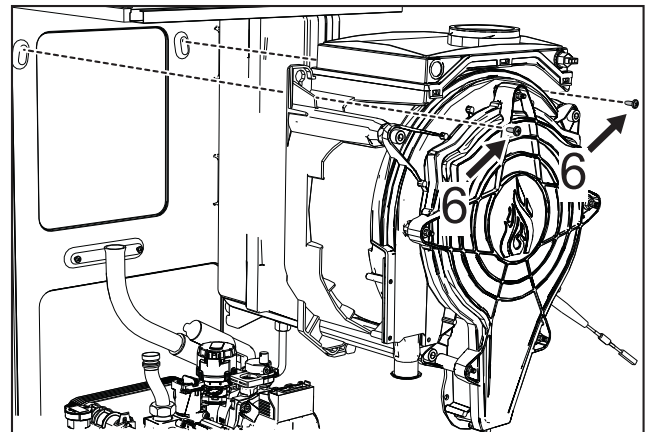

рис. 51
- Снимите 2 **верхних винта "6"** служащих для крепления теплообменника к раме (рис. 51)